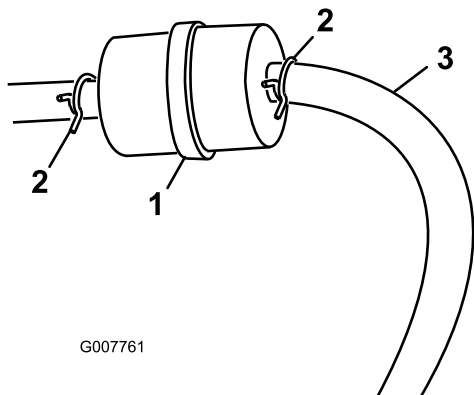

图 22
3. 将软管夹的两端挤压到一起将它们滑离滤清器图 22。
5. 安装新的滤清器并将软管夹移近滤清器图 22。
3. 松开燃油滤芯上的软管夹、沿燃油管向上滑动、使之离开燃油滤芯图 22。
4. 从燃油滤芯上断开燃油管图 22。
注意 让燃油排入燃油容器或放油盘图 22。
5. 将燃油管安装到燃油滤清器上。将软管夹滑近燃油滤清器固定燃油管(图 22)。